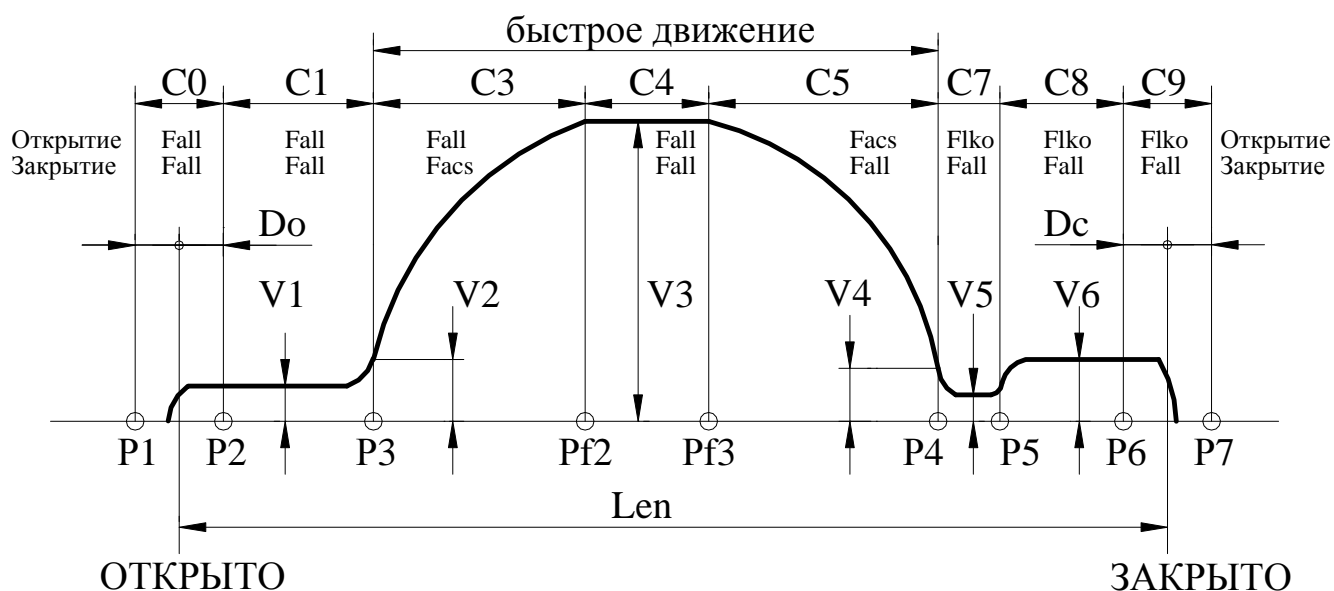

Рис.5. Траектория движения.
3.8.3.3. Если проем был уже промерен, то после синхронизации на 0, *Устройство* начинает двигаться по траектории, показанной на **рис.5**.
3.8.7.4. *Устройство* обрабатывает траекторию движения, показанную на **рис.5**, справа налево.
3.8.7.7. Если *Устройство* определило наличие упора в зоне С0 (см. **рис.5**), включается ВКО и производится синхронизация на 0. После этого *Устройство* переходит в режим одностороннего удержания.
3.8.7.8. Если *Устройство* определило наличие упора на расстоянии от $C_VКО$ до С0 (см. **рис.5**), то включается ВКО, но синхронизации на 0 не производится. После этого *Устройство* также переходит в режим одностороннего удержания.
3.8.8.4. *Устройство* обрабатывает траекторию движения, показанную на **рис.5**, слева направо.
3.8.8.7. При **полном закрытии**, когда *Устройство* определило наличие упора в зоне С9 (см. **рис.5**), включается ВКЗ. После этого *Устройство* переходит в режим одностороннего удержания.
- **E0L** – переезд зоны полного открытия (**C0, рис.5**) или полного закрытия (**C9, рис.5**). *Синхронизация* в этом случае выключается. Ошибка сбрасывается при смене кода направления вращения, но затем необходимо провести *синхронизацию* заново. При повторном неоднократном возникновении данной ошибки нужно провести **измерение проема**, если затем эта ошибка все равно будет возникать, необходимо проверить механику привода.
- $C_err=tP.61$ – участок движения (**рис.5**), на котором произошла ошибка при наличии синхронизации, $C_err=11$ при отсутствии синхронизации.
3.9.1. Рис.5, на котором показана траектория движения, отслеживаемая *Устройством*, поясняет назначение многих параметров, рассмотренных ниже. На рис.5 отображено также распределение сил на участках траектории отдельно при открытии и при закрытии (при переходе в режим удержания устанавливается соответствующая сила удержания).
- Если Var_sl=1, то точка препятствия запоминается и происходит замедление скорости движения при подходе к точке препятствия до Vbar. При отсутствии препятствия в том же месте, дальнейшее движение происходит по кривой, указанной на **рис.5**.
3.9.7.14. **Номер D** – C_vko (мм) – дополнительное смещение точки **P2(рис.5)** для расширения диапазона удержания сигнала ВКО.
3.9.7.15. **Номер E** – C_vkz (мм) – дополнительное смещение точки **P6(рис.5)** для расширения диапазона удержания сигнала ВКЗ.